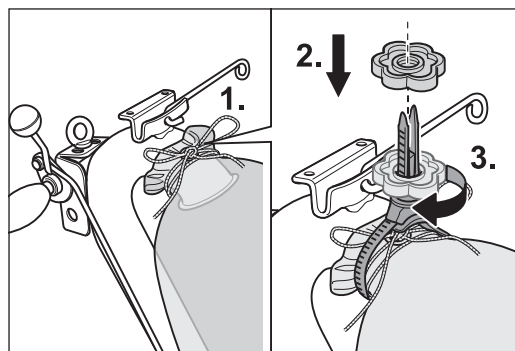

Abb. 6 Faltenfreies Montieren des Staubsacks mit der Kordel (1.) und dem MultiClip (2. und 3.).
- 6 Befestigen Sie den Staubsack fest mit der Kordel und dem MultiClip am Ende des Führungsrohrs (Abb. 6). Beachten Sie bei der Montage, dass die Öffnung des Führungsrohrs nicht verschlossen wird.